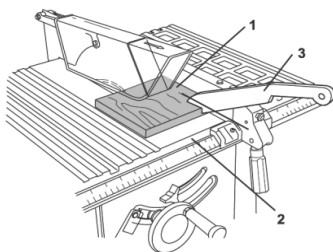

Fig. 22 – Corte longitudinal com instrumento auxiliar
(2), termine o corte com o instrumento auxiliar para corte de peças pequenas (3), fig. 22.